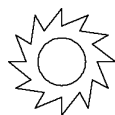

图 2-38 棘轮
绘制如图 2-38 所示的棘轮。
(5) 用相同的方法连接其他点,用光标选择绘制的点和多余的圆及圆弧,按〈Delete〉键删除,结果如图 2-38 所示。